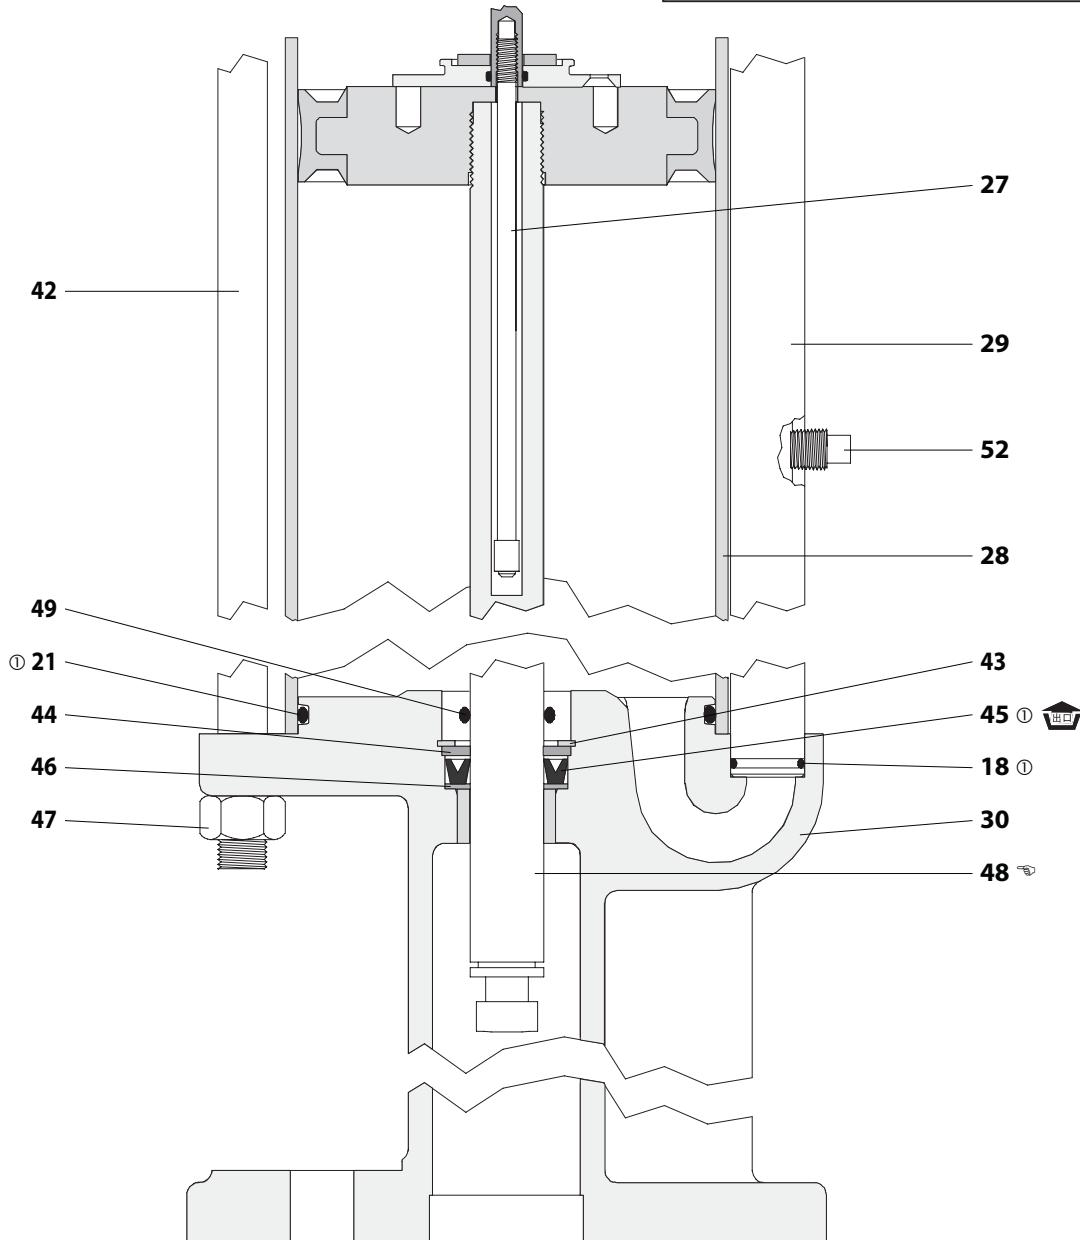
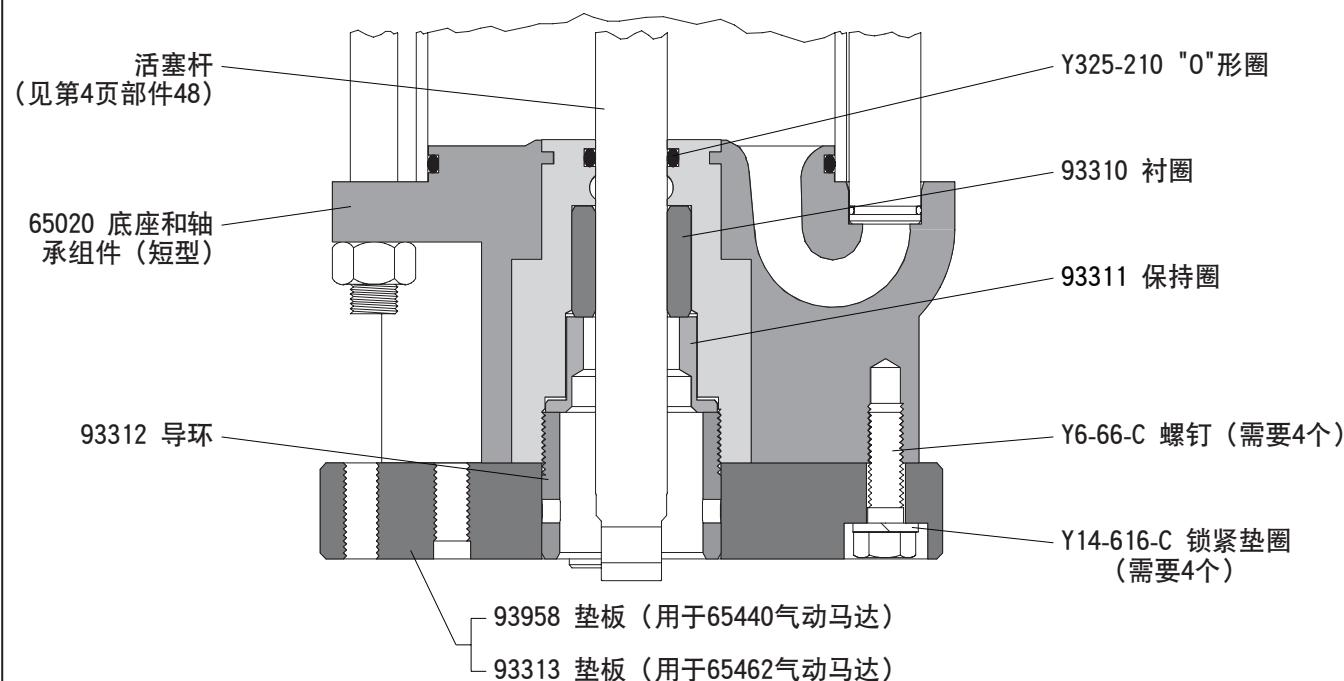

图 5
图 11
- (24) 和活塞杆 (48) 仍将位于气缸 (28) 中。
28. 从底座组件 (30) (有两种类型):
类型一 (见图 5, 如上): 拆除扣环 (43), 垫圈 (44), "U"型杯 (45) 和垫圈 (46)。
类型二 (见图 11, 第 8 页): 拆除 "O"型圈 (49)。
29. 拆除底座组件 (30) 上的 "O"型圈 (21)。
30. 从气缸 (28) 中取出活塞杆 (48) 和活塞组件 (24)。
31. 用适当型号的钳子夹住杆组件 (27), 然后把扳手放在加长杆 (36) 上搭扳手的平面, 将加长杆 (36) 从杆组件 (27) 上拧下。
32. 通过活塞杆 (48) 上搭扳手的平面, 用扳手将活塞杆 (48) 从活塞组件 (24) 上拧下; 然后拆除活塞杆 (48) 上的杆组件 (27)。
5. 将“O”型圈 (21) 安装到底座组件 (30)。
6. 在类型一底座组件 (30) (见图5, 第5页) 上安装垫圈 (46), “U”型杯 (45) (杯口朝上), 垫圈 (44) 和扣环 (43)。在类型二底座组件 (30) (见图11, 第8页) 上安装“O”型圈 (49)。
7. 将活塞杆 (48) 推入底座组件 (30)，小心不要损毁“U”型杯 (45) 的杯口或“O”型圈 (49)。